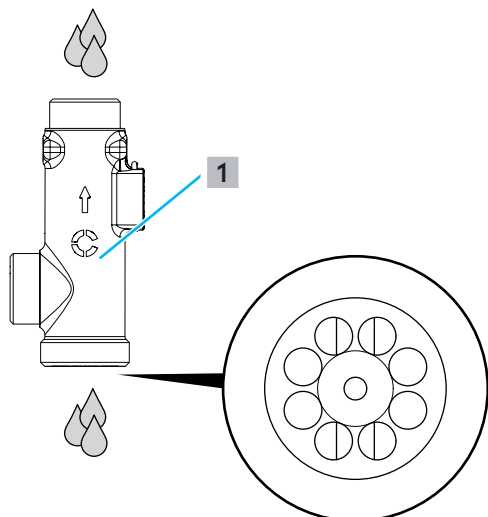

Abb. 23: Volumenstromsensor unter fließendem Wasser reinigen
8 Halten Sie das Gehäuse des Volumenstromsensors (siehe Abb. 23 auf Seite 31 (1)) entgegengesetzt zur Durchflussrichtung unter fließendes Wasser, um Rückstände wie z. B. Hanfreste zu entfernen und die Einschubturbine zu reinigen.